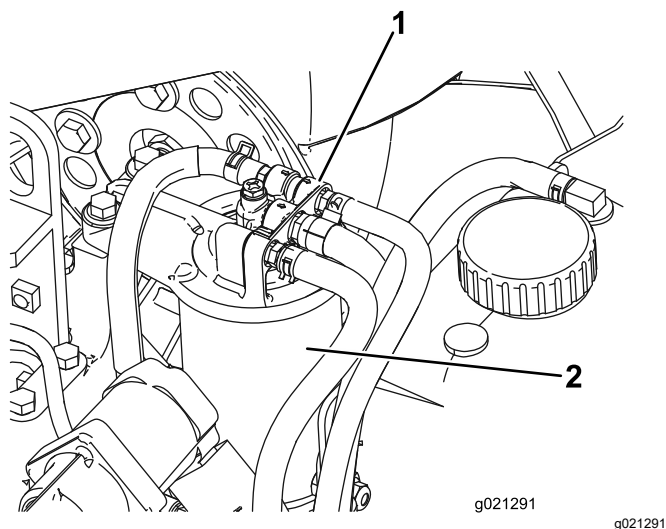

**Рисунок 95**
2. Очистите поверхность вокруг головки топливного фильтра (Рисунок 95).
3. Снимите фильтр и очистите монтажную поверхность головки фильтра (Рисунок 95).